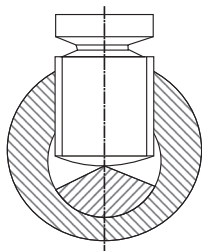
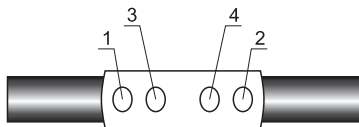

Рисунок 10
Рисунок 11
4.22 При использовании гильз со срывными болтами ввести конец жилы в полость гильзы таким образом, чтобы вершина сектора сечения жилы совпадала с осями сжимных болтов (рисунок 10), затем плавно, без рывков, затянуть болты до срыва головок, начиная с крайних (рисунок 11), придерживая гильзу трубным ключом или специальным приспособлением. Выступы болтов спилить напильником до уровня поверхности гильзы, опилки тщательно удалить.